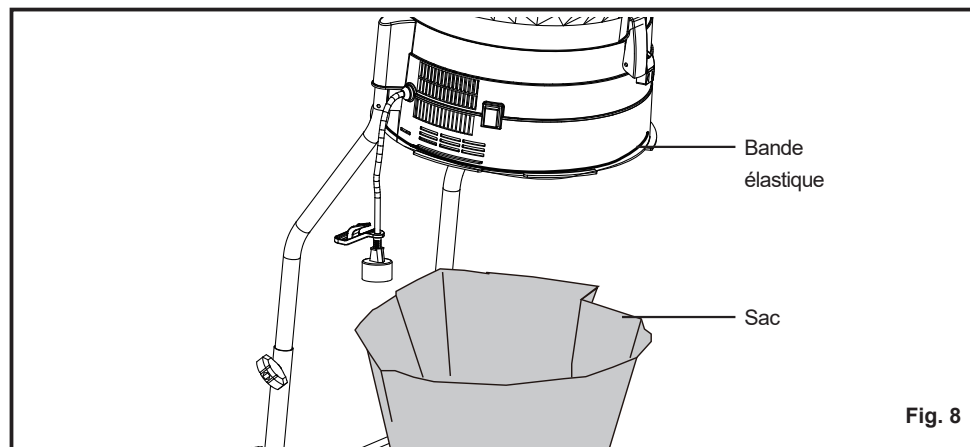

Fig. 8
- Utilisez la sangle élastique située à la base du boîtier pour maintenir le sac en place (Fig. 8).